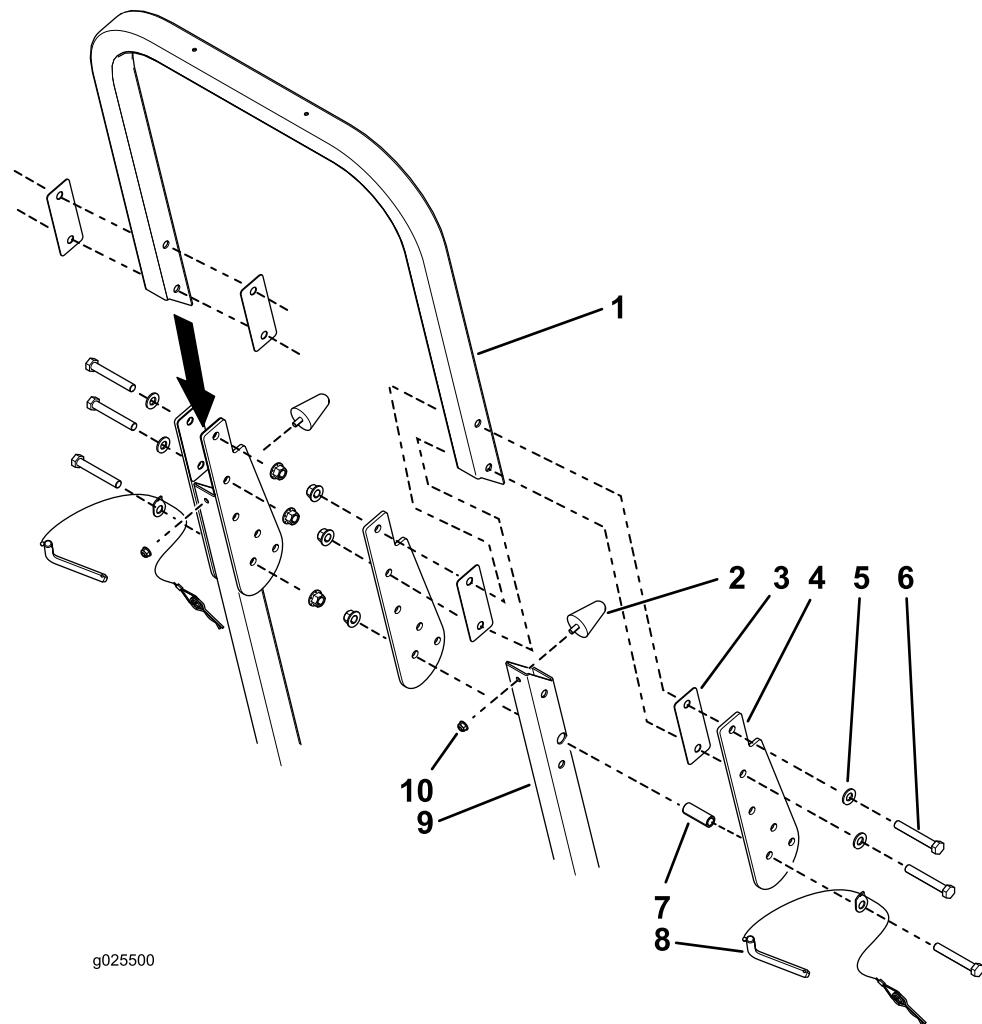

Figura 1
- Montate i respingenti in gomma nella parte inferiore del ROPS con due dadi (5/16 poll.) (Figura 1).
- Montate le staffe orientabili e i distanziali nella parte superiore del ROPS utilizzando i dadi e i bulloni rimossi in precedenza (Figura 1).
- Montate la parte superiore del ROPS, il distanziale circolare e il gruppo perno nella parte inferiore del ROPS utilizzando i dadi e i bulloni rimossi in precedenza (Figura 1).